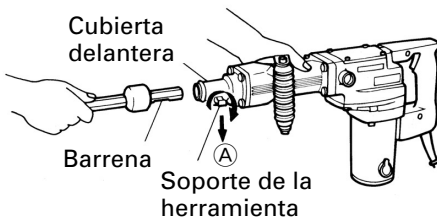

Fig. 2
- (1) Limpie y engrase la espiga con la grasa proporcionada.
- (2) Deslice el soporte de la herramienta en la dirección de la flecha (A) y gírela 180°. Gire la ranura de la barrena hacia abajo e introdúzcala completamente en el orificio hexagonal de la cubierta frontal. (Fig. 2)
- (3) Gire el soporte de la herramienta y alinee la marca de la cubierta frontal con la marca del soporte de la herramienta para fijarlo.